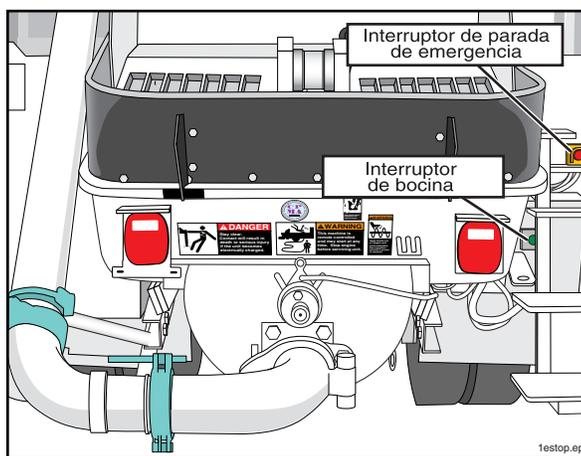

Figura 10
4.3 **⚠ ¡ADVERTENCIA! Latiguo de la manguera y otros peligros.** Debe saber cómo parar la bomba en caso de emergencia. Haga que el operador le muestre los sitios donde están los interruptores de parada de emergencia y cómo funcionan. Si surge una emergencia, presione el interruptor de parada de emergencia, y luego informe al operador sobre el problema. Consulte la Figura 10.
4.4 **⚠ ¡ADVERTENCIA! Latiguo de la manguera y otros peligros.** Tiene que saber cómo señalar al operador de la bomba para que detenga la bomba si no puede mantener suficiente concreto en la tolva. Algunas bombas están equipadas con botones de bocina en la parte trasera de la bomba. (Consulte la Figura 10.) Haga que el operador le muestre cómo hacerle señales. Use el botón de parada de emergencia sólo si no puede llamar la atención del operador, porque hay un procedimiento que se debe seguir para poner en marcha después de una parada de emergencia que podría causar demoras. A pesar del procedimiento para volver a arrancar, no dude en usar el botón de parada de emergencia si surge la necesidad de hacerlo.